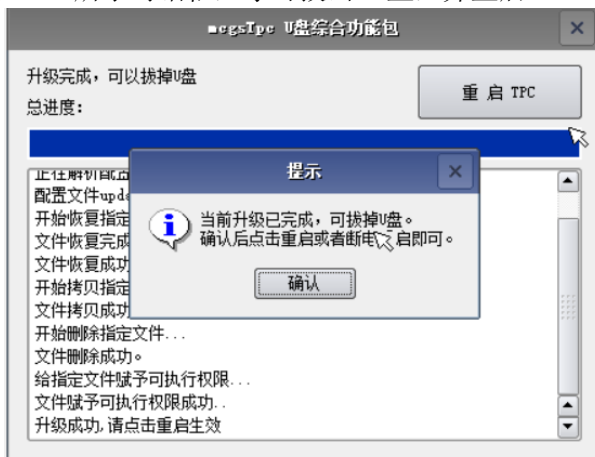

图 1.3-2 升级成功提示框
- ② 将 U 盘插入符合“使用前必读.txt”要求的 TPC，按照提示启动升级流程，NK 升级时 TPC 会多次重启，不要拔出 U 盘或断电；
- ③ 用户必须等 TPC 弹出图 1.3-2 所示对话框，才可拔出 U 盘，并重启 TPC。